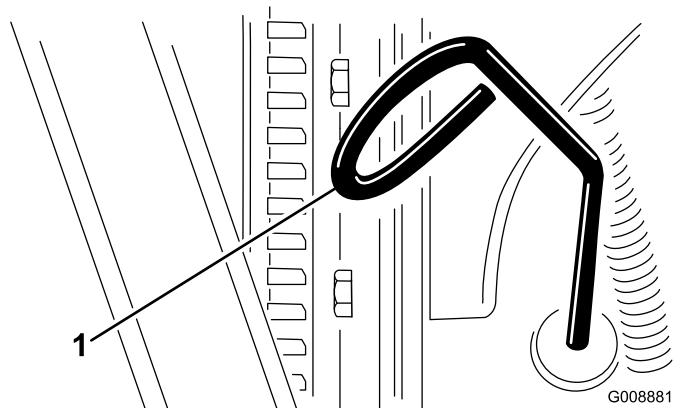

Figura 59
3. Togliete l'asta di livello, asciugatela e reinseritela (Figura 59).